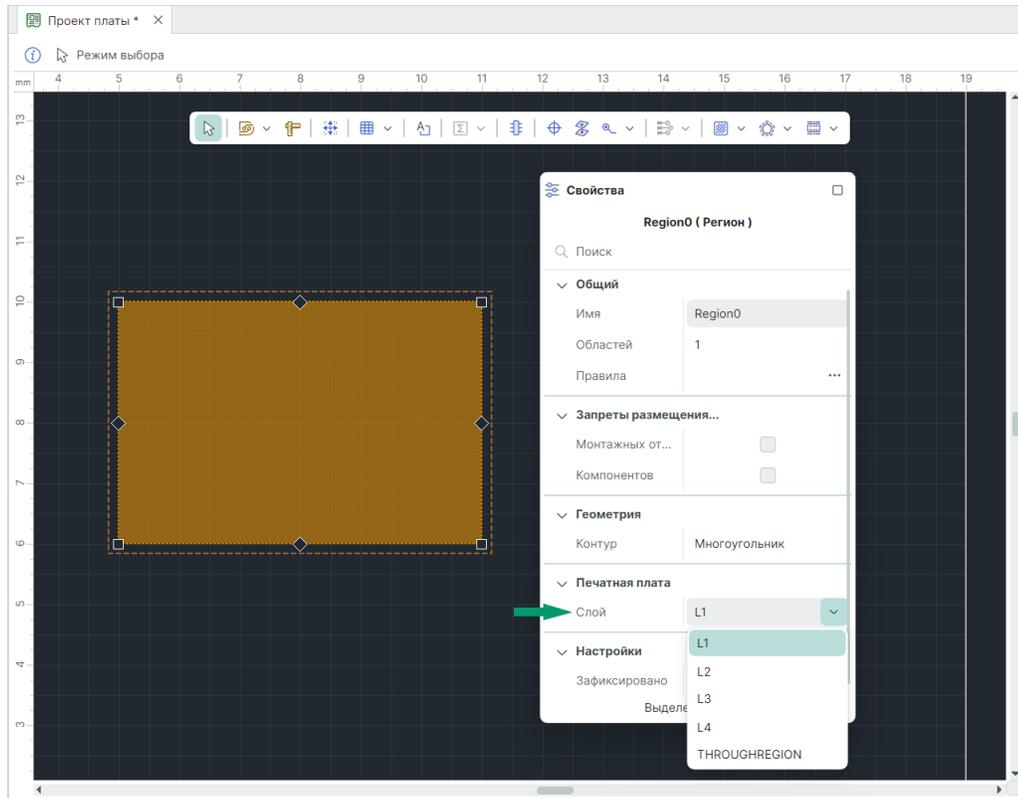

Рис. 165 Выбор слоя для региона
4. Выберите слой, на котором будет размещен регион, в панели «Свойства» → «Печатная плата» → «Слой», см. Рис. 165. При выборе слоя THROUGHREGION регион будет использоваться на всех проводящих слоях печатной платы сразу.